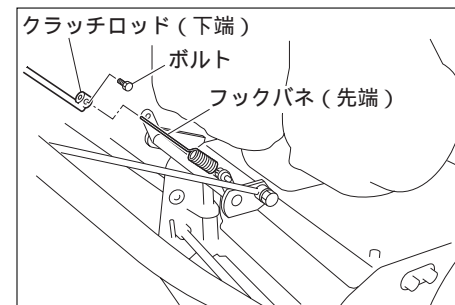

図7
1. クラッチロッド下端のカラー部分の穴にフックバネの先端を差し込み、付属のボルトで仮止めしてください。(図7)